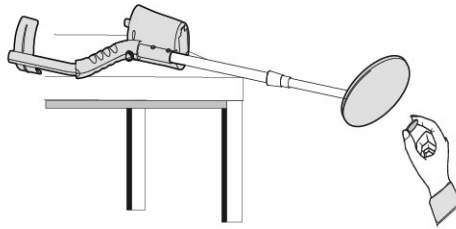

Fig.9
- Læg detektoren på et træ- eller plastikbord. Lad søgehovedet rage mindst 5 tommer (15 cm) ud over bordkanten. (Fig. 9).